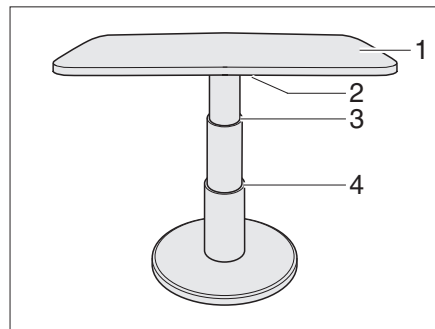

Fig. 62 Mesa elevadora del grupo de asientos circular
- Girar la palanca de bloqueo (Fig. 62,2) hacia la izquierda. El bloqueo está abierto.
- Presionar el tablero de la mesa (Fig. 62,1) por el centro hacia abajo hasta el tope deseado (Fig. 62,3 ó 4) y manténgalo presionado.
- Girar la palanca de bloqueo (Fig. 62,2) hacia la derecha. La mesa elevadora está bloqueada.